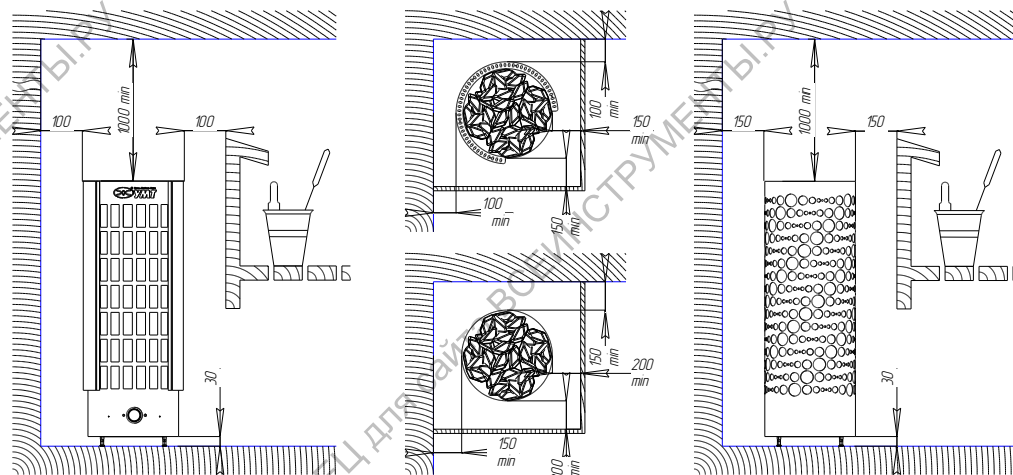
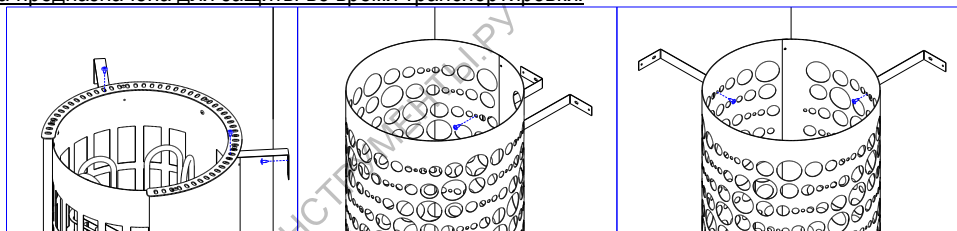

Рис.1 Схема установки (слева – с двойным кожухом, справа – с одинарным кожухом)
Рис.2 Монтаж (слева – с двойным кожухом, в центре и справа – с одинарным кожухом)
6.1. **ВЫБОР МОЩНОСТИ** каменки необходимо производить с учетом размеров сауны (п.п.2.6), помещения парильни (п.п.6.2.), а также расстояния от каменки до стен, потолка, пола в соответствии с размерами указанными на рис.1 «Схема установки». Каменка со слишком большой мощностью нагреет сауну слишком быстро, камни не успеют хорошо прогреться и вода, политая
6.4. УСТАНОВКА КАМЕНКИ производится согласно рис.1 «Схема установки» и рис.2 «Монтаж». Установите каменку и выровняйте ее так, чтобы она стояла вертикально с помощью регулируемых по высоте ножек. Для крепления каменки к каркасу сауны используйте кронштейны, крепление каменки возможно как в угол, так и вдоль стены.
Около каменки стены и пол сауны должны иметь огнезащитную панель из листового металла с теплоизоляцией из листового асбеста или минваты. Установку защитной решетки вокруг каменки следует производить на расстоянии указанном на рис.1 «Схема установки».